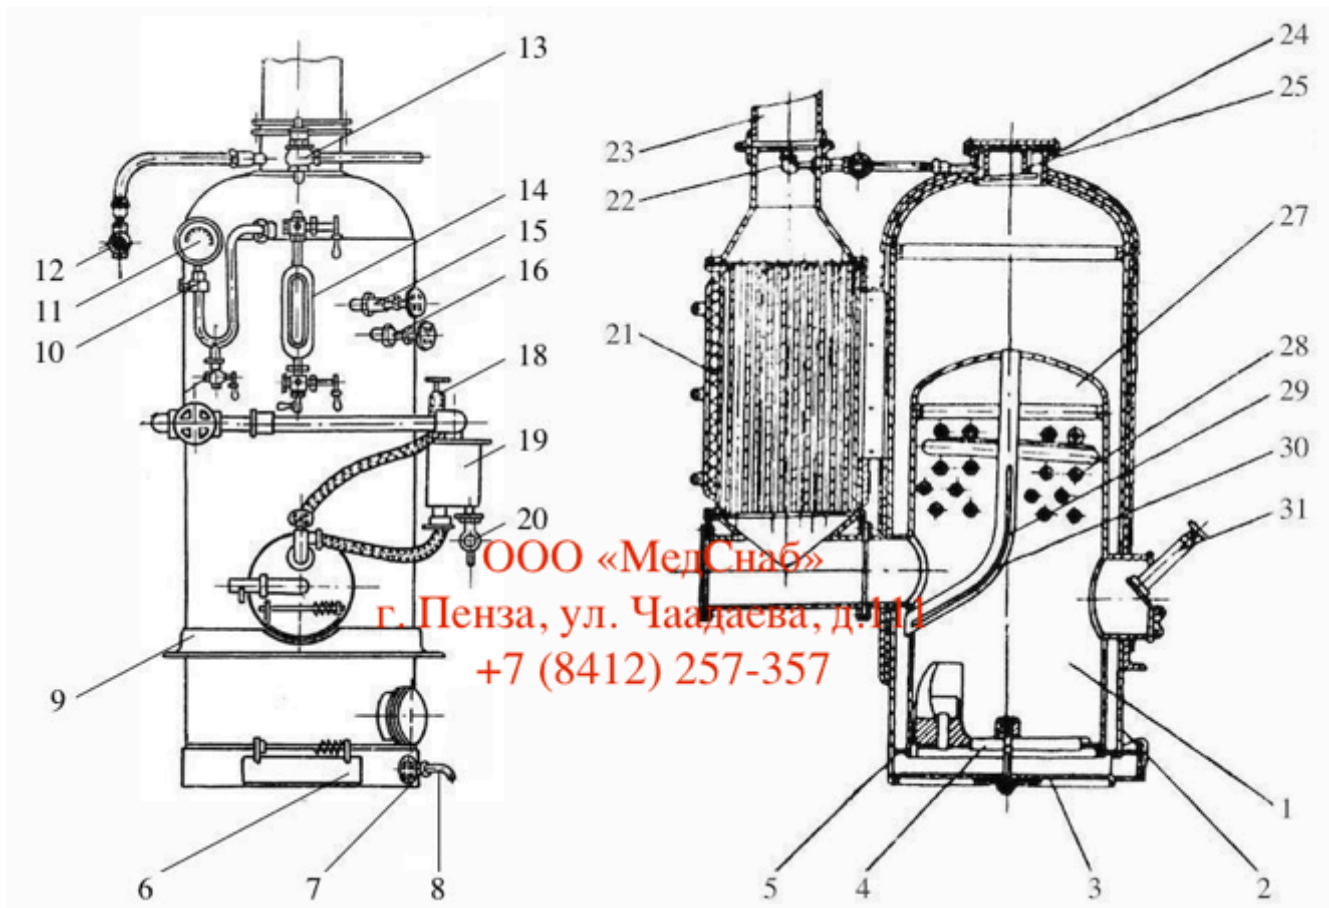
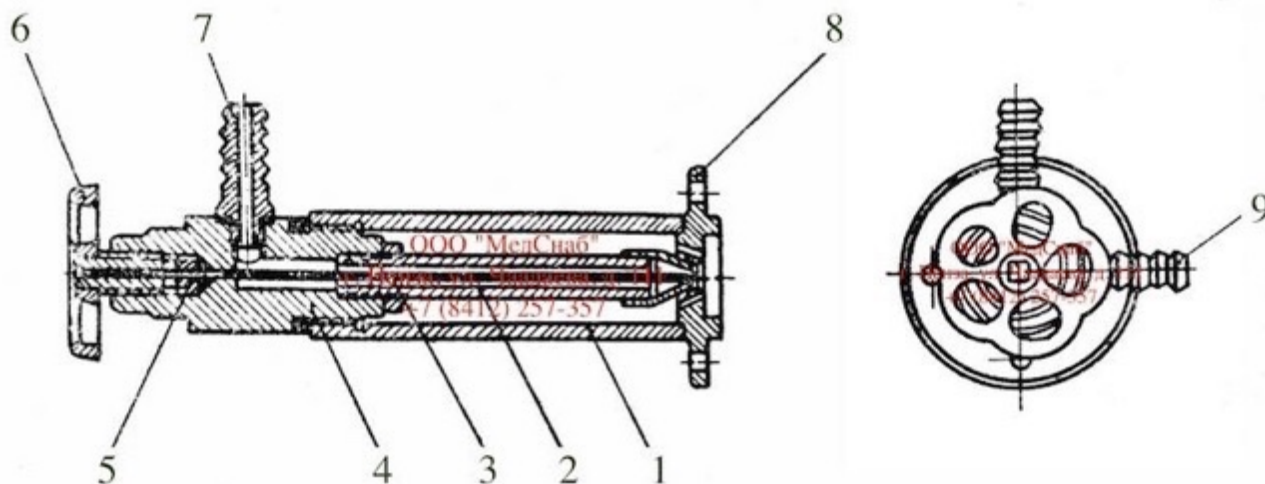

Рис. 2. Паровой котел типа РИ-1Л:
Рис. 5. Форсунка для распыления жидкого топлива:
4. Паровой котел РИ-1Л устроен следующим образом. В вертикальном цилиндрическом корпусе 2, (рис. 2) перекрытом в верхней части днищем, расположена жаровая труба 1 (топка). Нижний конец жаровой трубы соединен с корпусом котла кольцом 5, а верхний конец перекрыт выпуклым днищем 27. Жаровая труба с вваренными в нее поперечными 28 и изогнутыми вертикальными 29 кипяtilьными трубами составляют основную поверхность нагрева котла.
5. Для правильной и безопасной работы на котле установлена следующая контрольная арматура: (рис.2) водоуказательное стекло 14, манометр 11 с трехходовым краном 10 и сифонной трубкой, имеющей спускной кран. водопробные краны 15, 16, вентиль 7 для выпуска воды два предохранительных клапана 13.
9. Водопробные краны 15, 16 (рис. 2) предназначены для контроля уровня воды в котле. Нижний кран установлен соответственно низшему допускаемому уровню воды в котле, верхний кран – соответственно высшему уровню. У кранов укреплены указатели с надписями «Низший уровень» и «Высший уровень».
11. Котел, установленный на автоприцепе, крепится болтами, которые проходят через опорное полукольцо котла 9 (рис. 2) и настил автоприцепа.
13. Паровая короткофакельная форсунка (рис. 5) служит для распыления жидкого топлива паром или воздухом. Форсунка разборная и состоит из корпуса 1 с фланцем 8 для крепления к дверце топки, ниппеля 9 для присоединения паропровода, жиклера 2, корпуса жиклера 4 с ввинченным ниппелем 7 для присоединения топливопровода, жиклерной иглы 3, закрепленной в маховике 6 и уплотненной в корпусе жиклера 4 сальником с гайкой 5. Во фланце корпуса просверлены три отверстия: центральное отверстие диаметром 5 мм для выхода топлива, перекрываемое жиклерной иглой и два боковых диаметром 1,7 мм для выхода пара или воздуха, просверленные под углом для уменьшения длины факела. Грубое регулирование количества подаваемого топлива производится вентилем 18 (рис. 2), установленным на топливопроводе, более тонкое регулирование жиклерной иглой. Все ввинчиваемые детали форсунки уплотнены прокладками.
14. Конденсационный бачок 19 (рис. 2) предназначен для отделения влаги (конденсата) от пара, поступающего в форсунку. Он представляет собой цилиндрический бачок, в который вварены три штуцера: один для подвода пара из котла, другой для подачи пара в форсунку и третий для постановки спускного краника. Краник служит для периодического спуска конденсата, который накапливается в бачке.
Для растопки котла заготавливают мелко наколотые дрова и концы (тряпки), смоченные дизельным топливом, в топку. Смачивать растопочный материал бензином и керосином КАТЕГОРИЧЕСКИ ЗАПРЕЩАЕТСЯ. Заливка топлива в бак производится только через фильтр. При появлении пара в верхнем водопробном кране, последний закрывают. Достигнув давления пара в котле  $0,5 - 1 \text{ кгс/см}^2$  по манометру, переходят на отопление котла жидким топливом через форсунку. Прежде чем пустить топливо в форсунку, открывают вентиль 8 (см. рис. 6) и пускают пар в конденсационный бачок 9 (рис. 2) для его прогрева. В бачке в начале образуется значительное количество конденсата, который удаляют через спускной краник 20 (рис. 2). Вентиль 8 (рис. 6) после продувки бачка закрывают и пускают топливо в форсунку, открыв полностью вентиль 9 (рис. 6) подачи топлива. Топливо должно поступать сплошной струйкой под напором. Когда оно воспламенится, снова открывают вентиль 8 и пускают пар в форсунку для распыления топлива.
- открыть паровой вентиль 10 (рис. 6), расположенный на подводящем паропроводе и продуть паропровод, открыв спускной кран 20 (рис. 2);